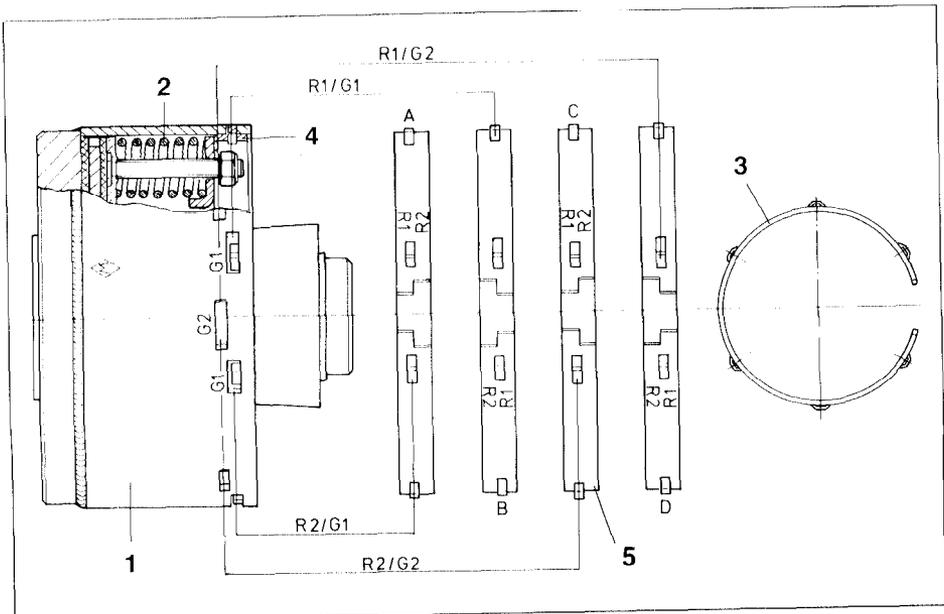

Fig. 14.14
Mit zunehmenden Federdruck (Fig. 14.14/2) erhöht sich das Drehmoment. Der Federdruck wird mit einem Stellring (Fig. 14.14/3) eingestellt. Der Stellring (Fig. 14.14/4) ist im Gehäuse der Reibkupplung (Fig. 14.14/1) befestigt. Der Stellring (Fig. 14.14/4) kann in vier Stellungen im Gehäuse eingesetzt werden, und zwar in den Stellungen "A" bis "D" (siehe Fig. 14.14). Im Gehäuse wird der Stellring entweder mit der Stirnseite "R1" oder "R2" außenliegend in den Gehäuseöffnungen G 1 oder G 2 befestigt.
Serienmäßig ist der Stellring bei einem Drehmoment von 1550 Nm in Stellung "C" montiert. Der Stellring (Fig. 14.14/5) ist in den Gehäuseöffnungen G 2 befestigt.
- Stellring (Fig. 14.14/4) demontieren und in der richtigen Stellung (siehe Tabelle) im Gehäuse der Reibkupplung wieder einsetzen. In unserem Beispiel ist der Stellring (Fig. 14.14/5) in Stellung "D" zu bringen und in den Gehäuseöffnungen G 2 zu befestigen.